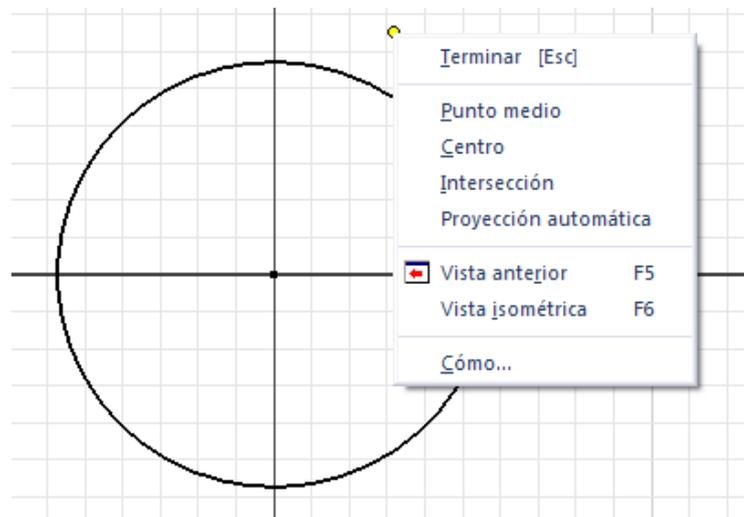

Figura 58. Dibujo de un círculo.
- a. Haga clic con el botón izquierdo del ratón sobre el icono de **Círculo por centro**, desplace el puntero del ratón a cualquier parte de la hoja de trabajo, una vez elegido a la ubicación haga un nuevo clic y desplace el ratón, notará que el círculo crece a medida que desplaza el ratón. Haga clic para fijar el círculo, posteriormente haga un nuevo clic con el botón derecho del ratón y aparecerá una ventana, en ella seleccione **Terminar**. El resultado de las acciones se observa en la figura 58.